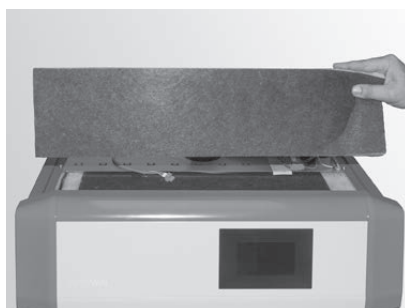
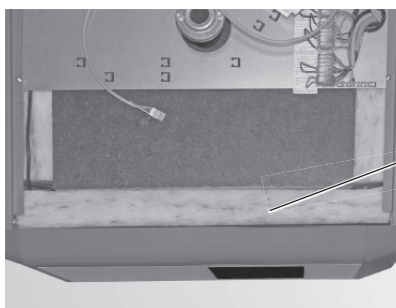

Fig. 90 Inserire l'isolamento nel pannello di comando
Fig. 91 Inserire l'isolamento nel pannello di comando - vista dall'alto
- ▶ Inserire l'isolamento all'interno del pannello di comando – Fig. 90, Fig. 91.